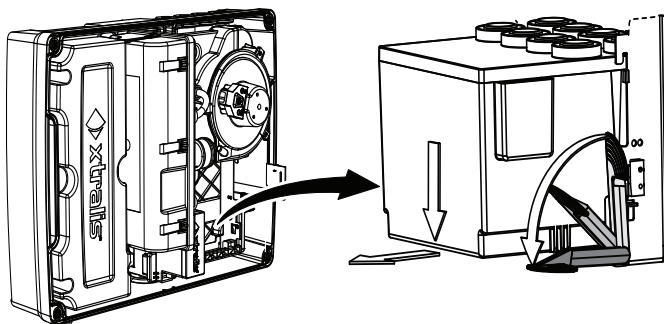

Figure 7-7: Dépose du filtre intelligent
4. Déposez le filtre intelligent (Figure 7-7). Pour plus d'informations, reportez-vous à la section 7.3, page 55.